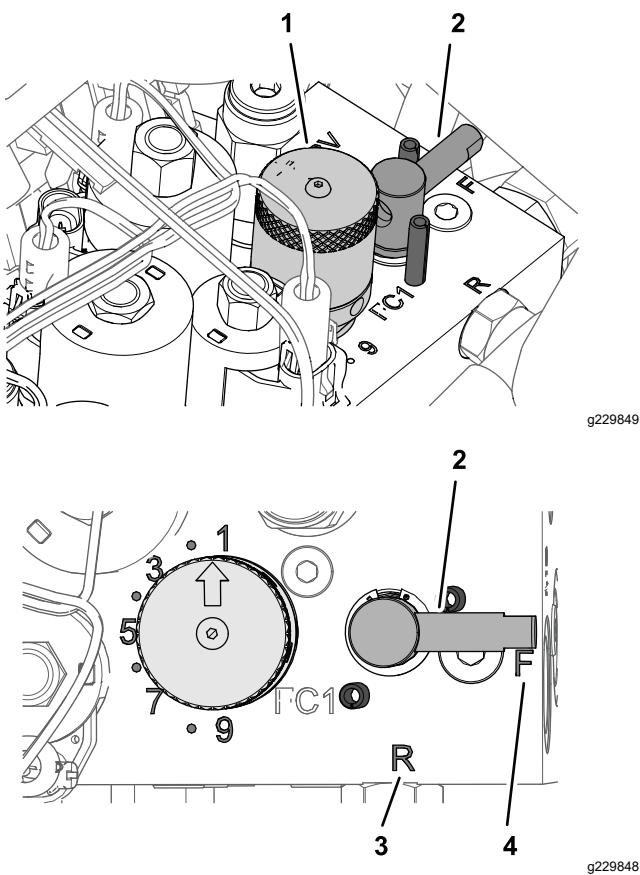

Figura 55
4. Rode a alavanca de retificação para a posição R (Figura 55).
5. Rode o manípulo da velocidade dos cilindros para a posição 1 (Figura 55).